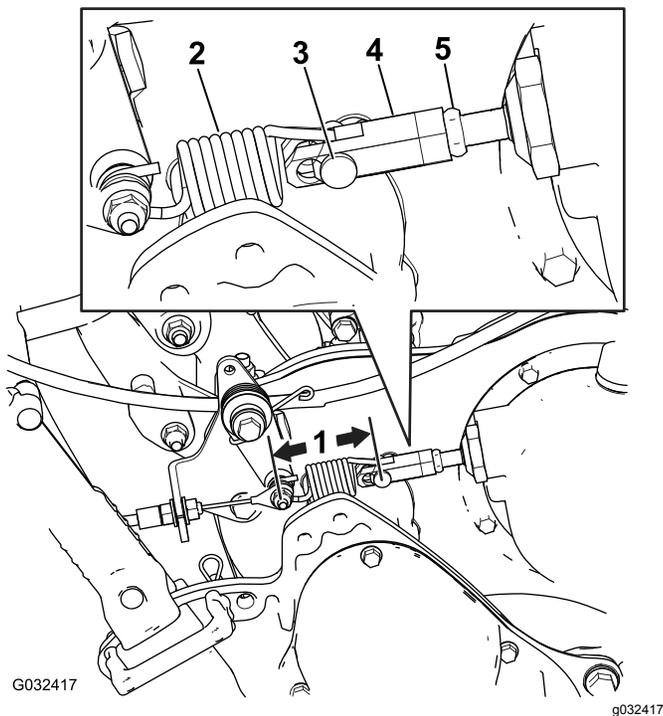

Figure 49
2. Mesurez la distance entre la goupille et l'extrémité du ressort de commande de déplacement (Figure 49) ; si elle n'est pas comprise entre 7,3 et 7,6 cm, réglez l'embrayage en procédant comme expliqué ci-après.
- B. Desserrez l'écrou de blocage sur le tendeur et retirez l'axe de chape, en détachant le ressort du tendeur (Figure 49).
- F. Mesurez la distance entre la goupille et l'extrémité du ressort de commande de déplacement (Figure 49) ; répétez les opérations A à F jusqu'à ce qu'elle soit comprise entre 7,3 et 7,6 cm.